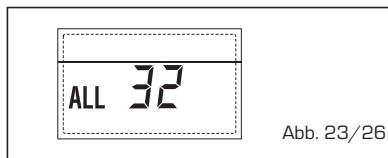

Abb. 23/26
- STÖRUNG KOMMUNIKATION KARTE RS-485 IM MODBUSBETRIEB "ALL 33" (Abb. 23/27)